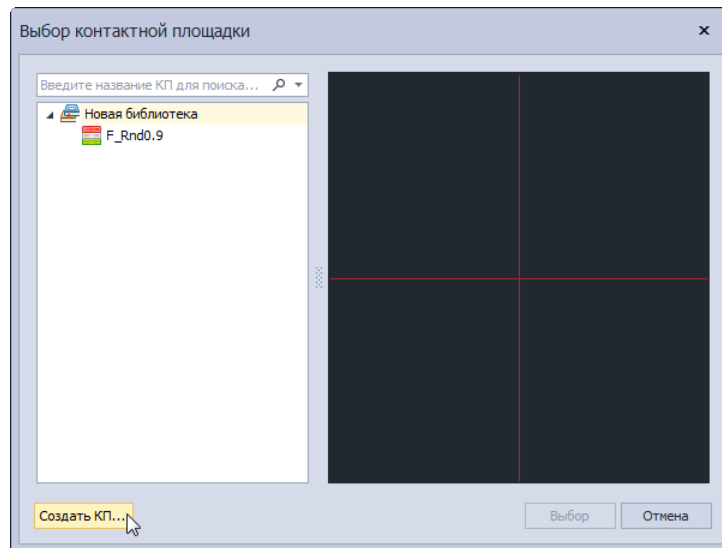

Рис. 141 Выбор типа реперной точки
2. Выбрать тип реперной точки в окне «Выбор контактной площадки» и нажать кнопку «Выбор», см. Рис. 141. В окне отображаются реперные точки, созданные во всех доступных библиотеках.